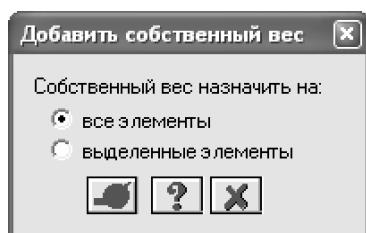

Рис.5.15. Диалоговое окно Добавить собственный вес
- С помощью меню **Нагрузки** ⇒ **Добавить собственный вес** вызовите диалоговое окно **Добавить собственный вес** (рис. 5.15).